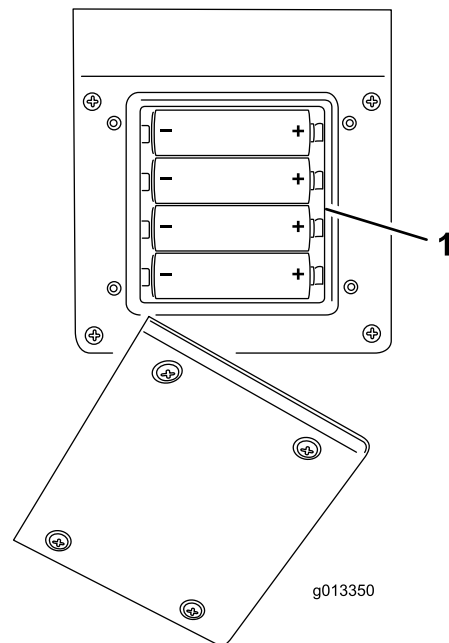

Figure 48
- Placez chaque pile neuve dans un des emplacements du logement en respectant la polarité. (Si les piles ne sont pas installées correctement, la télécommande ne sera pas endommagée, mais elle ne fonctionnera pas). Les marquages de polarité sont gravés sur le logement pour chaque borne (Figure 48). Veillez à bien enfoncer les piles dans le logement.